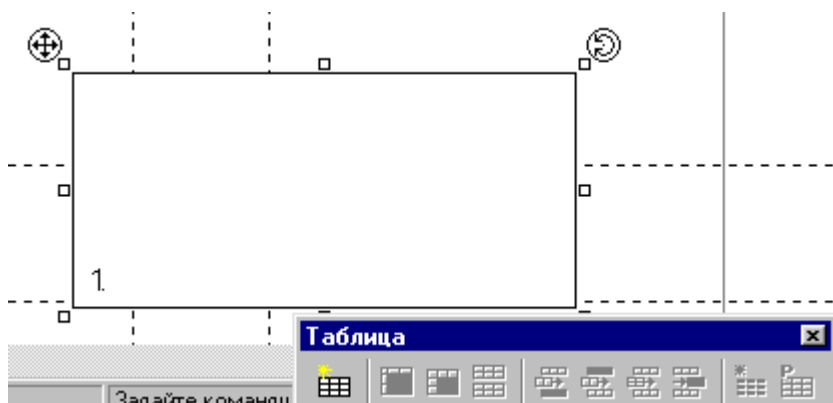

Рис. 1.35
19. Создать технические требования на чертеже. Выберите команду «Оформление|Технические требования|Создать». На чертеже должно появиться окно для ввода содержания технических требований (рис. 1.35). Ввод содержания может осуществляться как с клавиатуры (вручную), так и выбираться из словаря, используя пиктограмму  из автоменю команды «Оформление|Технические требования|Создать».